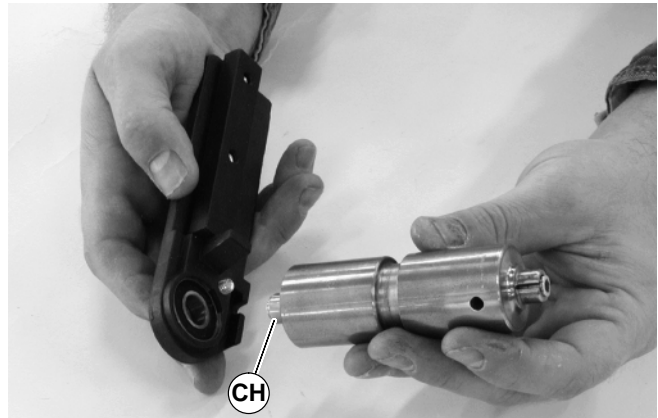

Abbildung 50
1. Nachdem das Lager in der vorderen Deckplatte installiert ist, das Lager auf den Achsenzapfen (CH siehe Abbildung 50) der Antriebswelle drücken. Für beide Seiten der Antriebswelle wiederholen.